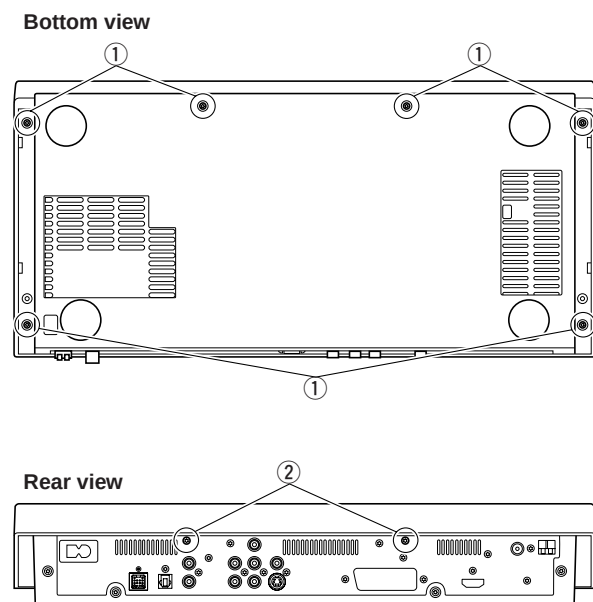

Fig. 1
- a. Remove 6 screws (①) and 2 screws (②). (Fig. 1)
- a. ① のネジ 6 本、② のネジ 2 本を外します。 (Fig. 1)